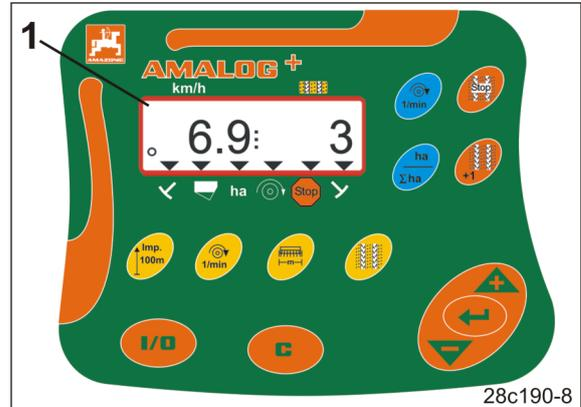

図 3
例：（図 3/6）
- 図 3
操作端末には 6 桁のディスプレイがあります (図 3/1)。